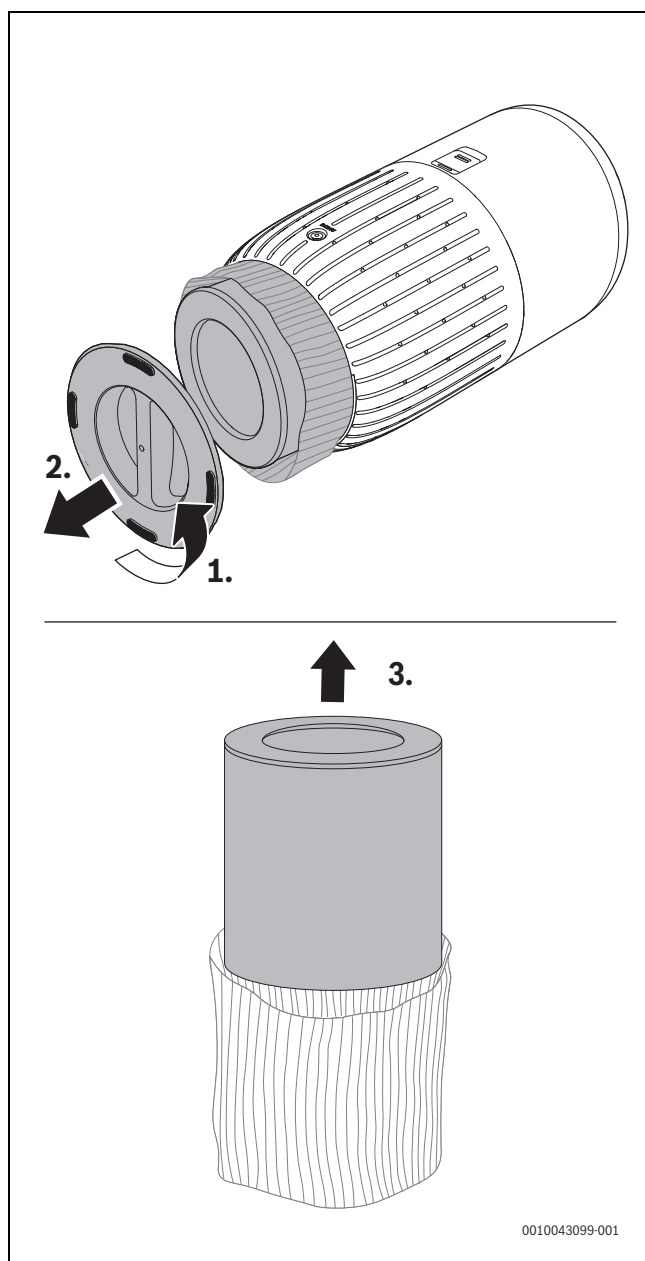

Fig. 30 Træk i bunddækslet, og fjern plastdækslet
- ▶ Tag plastafdækningen af det nye filter [→ figur Fig. 30 "Træk i bunddækslet, og fjern plastdækslet"].